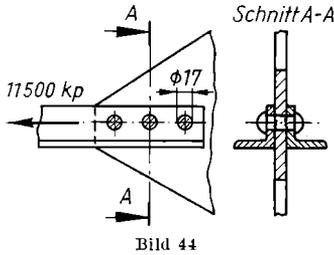

Bild 44
75. Bei einem Dachbinder sind zwei Winkelstähle, die zusammen 11500 kp Zugkraft übertragen, mit Nieten von 17 mm Dmr. nach Bild 44 an ein Knotenblech angeschlossen. Wie viele Nieten sind erforderlich bei einer zulässigen Abscherspannung von 900 kp/cm²?